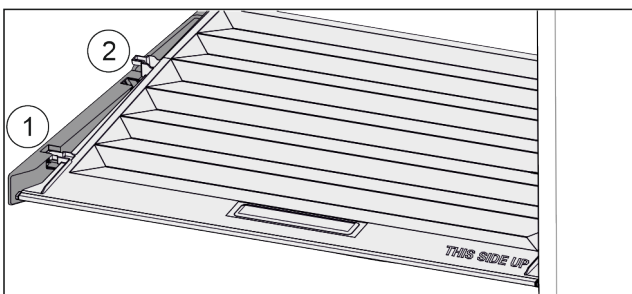

Fig. 63
- ▶ Издърпайте напред Fig. 63 (1) капака до отвора в задържащите части.
- ▶ Повдигнете го отзад отдолу и отстранете Fig. 63 (2) нагоре.